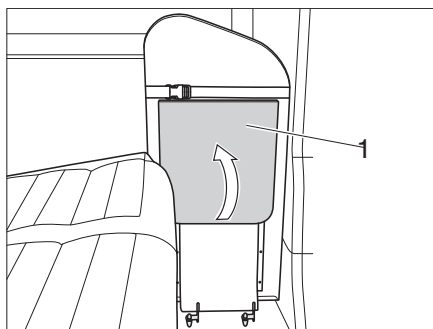

Fig. 31 Ribaltare la base
- Ruotare la base (Fig. 31,1) verso l'alto fino all'aggancio del supporto.